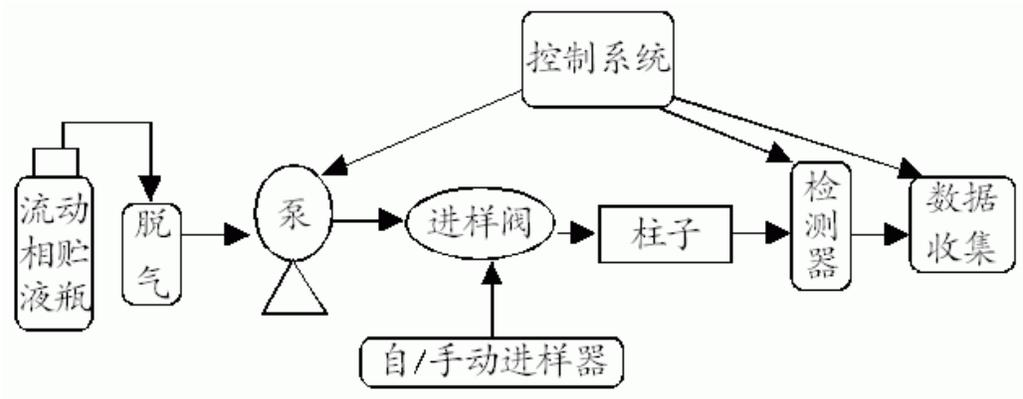

图1 系统结构
- 液相色谱仪主要由贮液瓶、泵、进样器、柱、柱温箱、检测器、数据处理系统组成(如图1所示)。对于整个系统而言,柱子、泵和检测器是核心部件,同时也是容易出事故的主要场所。